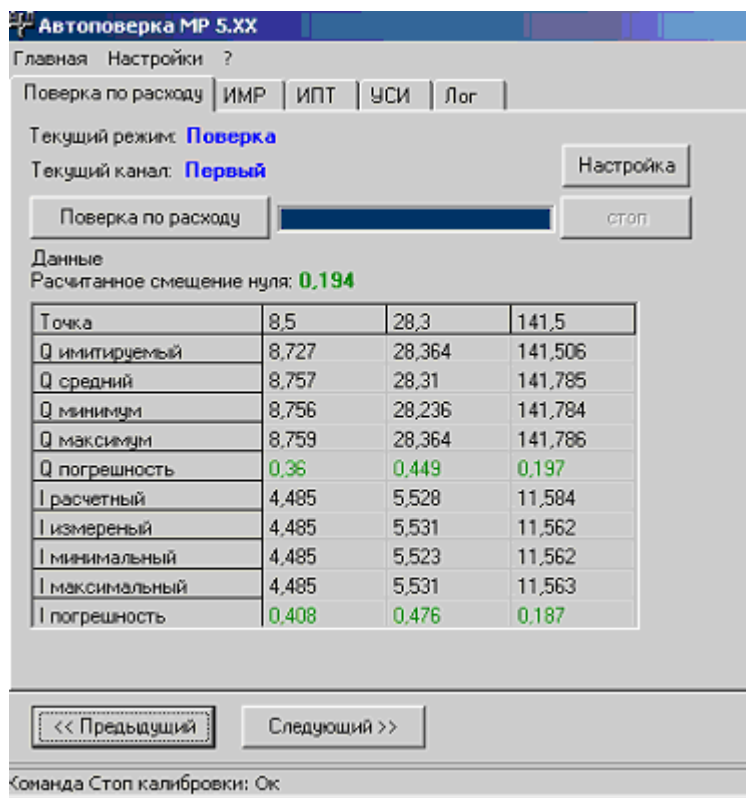

Рис. 20. Вид вкладки Поверка по расходу.
2.5.3.5. Нажать кнопку **Следующий** и в открывшейся вкладке **Поверка по расходу** в выпавшем окне дать команду на поверку ранее выбранного канала. Программа в автоматическом режиме поверяет канал по измерению расхода и токовый выход расходомера (если таковой присутствует). Результаты выводятся в область данных (рис.20).